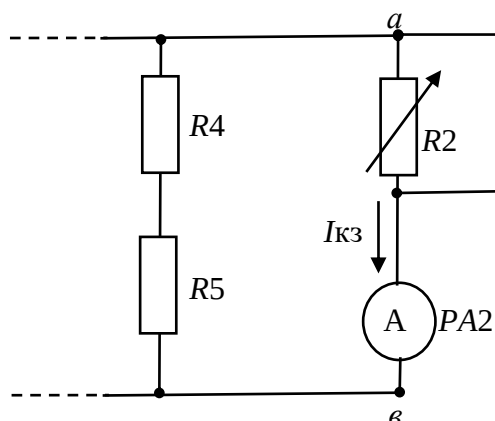

Рис.7
9. Проведите опыт короткого замыкания, соединив проводником выводы резистора R_2 (рис.7). Включите электропитание. Выполните измерения тока короткого замыкания $I_{кз}$, результаты занесите в табл.6. Выключите электропитание.